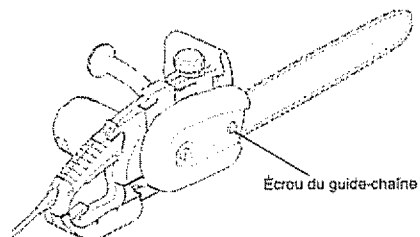

Figure 8 - Boulon de guide-chaîne
10. Serrez à la main l'écrou du guide-chaîne sur le boulon (voir la Figure 8)